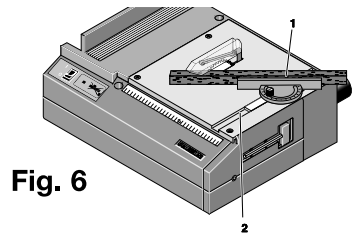

Fig. 6
1. Klemmschraube **1** (Fig. 6) lösen, Winkel entsprechend der Skala einstellen und Klemmschraube wieder festziehen.